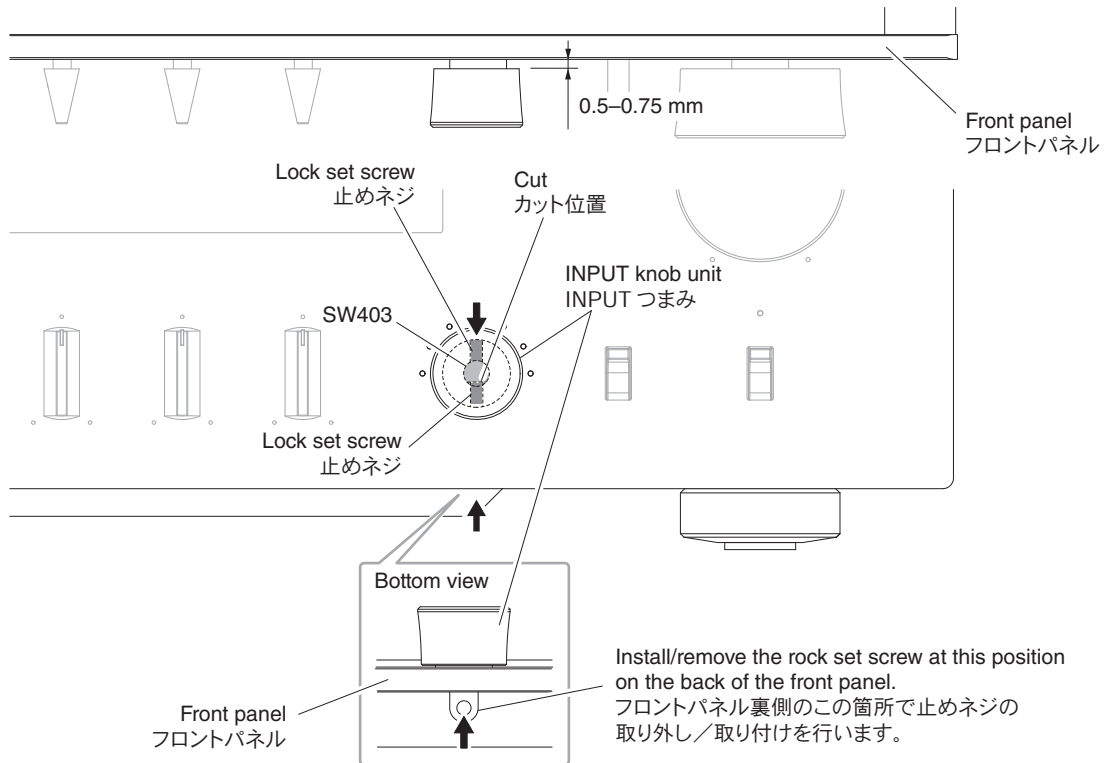

Fig. 4
- Turn the INPUT (SW403) so that the cut in it comes at the under. (Fig. 4)
- Install the INPUT knob unit with its lock set screw positioned at the under. (Fig. 4)
- Keep about 0.5 mm to 0.75 mm clearance from the front panel to INPUT knob unit. (Fig. 4)
- Match the lock set screw position with the cut in INPUT (SW403) and tighten the lock set screw. (Fig. 4)
- Turn the INPUT knob unit by 180 degrees (6 clicks) and tighten another lock set screw. (Fig. 4)
- INPUT (SW403) のカット位置が下になるよう回します。(Fig. 4)
- INPUTつまみの止めネジ位置を下にして取り付けます。(Fig. 4)
- フロントパネルからINPUTつまみまで0.5～0.75 mm程度隙間をあけます。(Fig. 4)
- INPUT (SW403) のカット位置に止めネジ位置を合わせ、止めネジを締めます。(Fig. 4)
- INPUTつまみを180°回転(6クリック)させ、もう1つの止めネジを締めます。(Fig. 4)